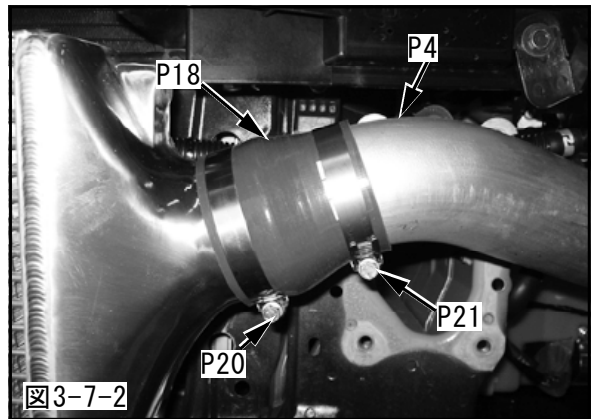

図3-7-2
(2) インレットパイプNo.3をインタークーラコアAssyに仮付けしてください。(図3-7-2)